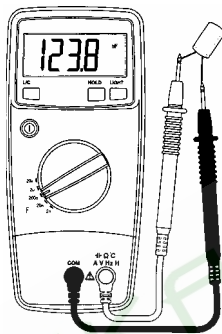

Рисунок 7
- 4.11.1 Вставьте штекер черного щупа в гнездо "COM", а красного в гнездо "F" (см. рис. 7).